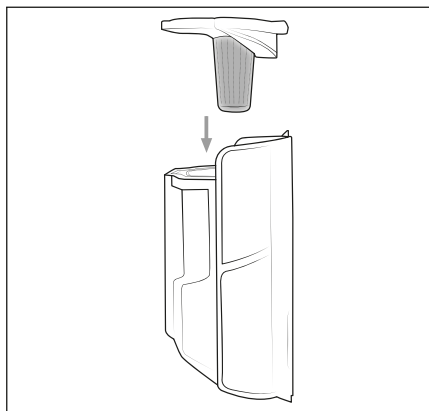

Abb. 19
- 14) Setzen Sie den Edelstahlfilter **6** in den Staubbehälter **7** ein und drücken Sie ihn nach unten, bis er fest im Staubbehälter **7** sitzt (siehe Abb. 19).